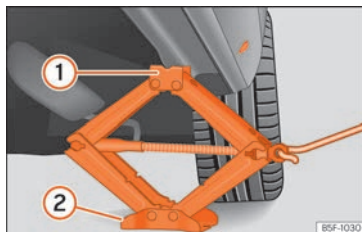

Fig. 38 Larguero: colocación del gato del vehículo.
- Gire la manivela del gato, situado bajo el punto de apoyo del larguero, para elevarlo hasta que la pestaña (1) » » » fig. 38 quede situada bajo el alojamiento previsto.
- Alinee el gato de modo que la pestaña (1) “agarre” en el alojamiento previsto del larguero y la placa base móvil (2) quede apoyada en el suelo. La placa base (2) debe caer en la vertical respecto al punto de apoyo (1).